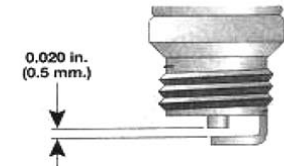

Fig.26
3. Reemplace las bujías rotas, descompuestas o sucias. Fije la holgura de aire en 0.5 mm (0.020 pulgadas.) usando un calibrador de bujías. (Fig.26).